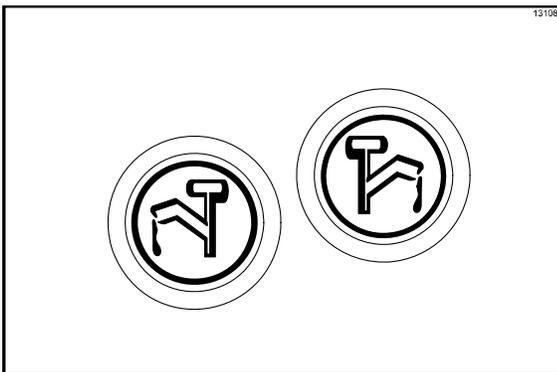

Figura 63
1. Toque los símbolos de los calentadores de aderezos 🔥 🔥 para apagar los calentadores de aderezos. Los símbolos no se iluminarán cuando los calentadores están apagados. (Vea la figura 63).